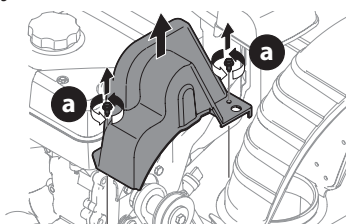

Figure 77
- Retirez les deux vis autotaraudeuses (a) pour enlever le couvercle de courroie en plastique devant le moteur. Voir (Figure 77).